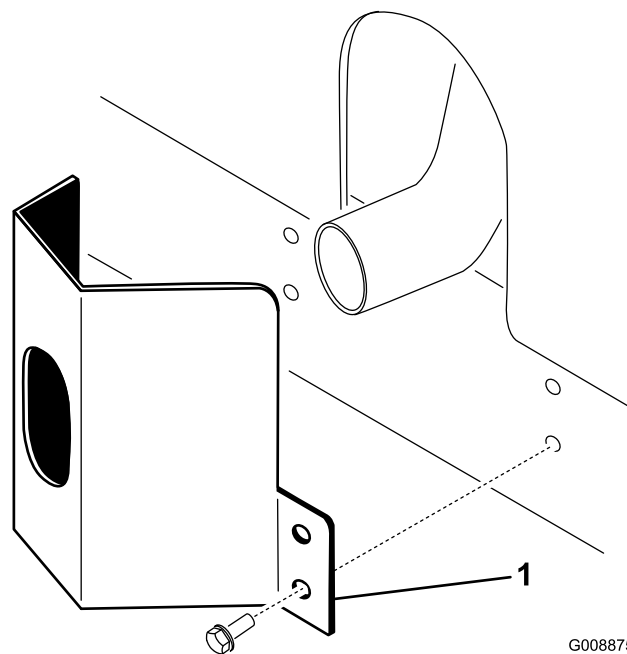

図 12
2. タップねじ本で固定する図 12。
1. フレームについている取り付け穴に合わせてマフラー部にガードを取り付ける図 12。